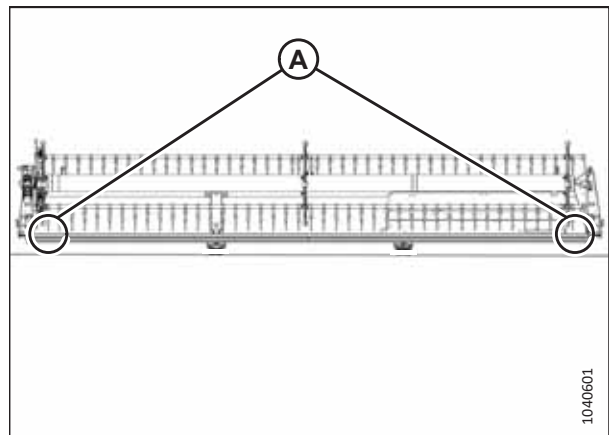

Рисунок 4.274: Расположение точек замера на жатке с одинарным мотовилом
- Рисунок 4.274, страница 702 – жатки с одинарными мотовилом